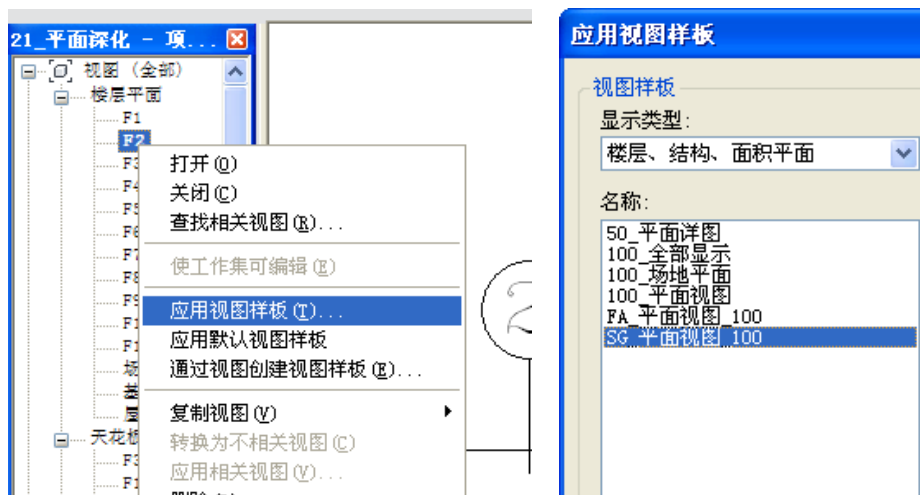

图 6-36
- 9) 单击“项目浏览器”在 F2 上右键单击选择“应用视图样板”在打开的“应用视图样板”对话框中, 选择样板“SG\_平面视图\_100”单击确定退出 (如图 6-36 所示)。